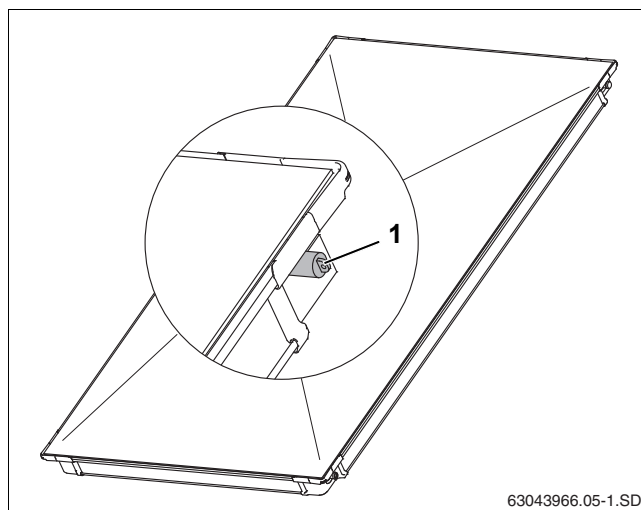

Рис. 5 Пластмассовые крышки на штуцерах коллектора
- ▶ Снимите резиновые крышки (рис. 5, [1]) только непосредственно перед монтажом.